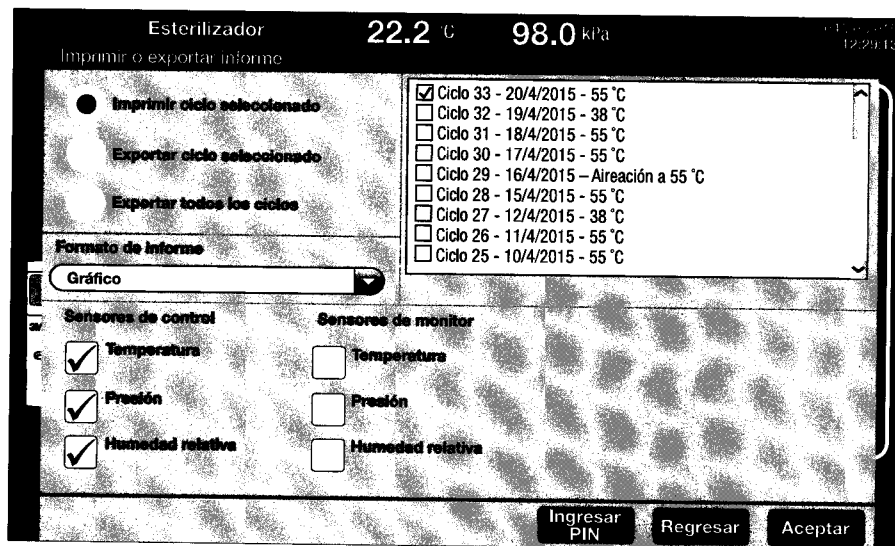

Figura 11.
La figura 11 destaca las opciones de los informes de ciclo del esterilizador/aireador Steri-Vac™ Serie GS de 3M™.
Los esterilizadores Serie GS tienen sensores de control de temperatura, porcentaje de humedad relativa y presión que brindan información al software de control incorporado. Además, cuentan con un juego doble de sensores de monitorización que suministran datos independientes y monitorización de rendimiento sobre la temperatura, el porcentaje de humedad relativa y la presión durante las etapas críticas de esterilización. Los esterilizadores, de modo predeterminado, solo informan sobre los sensores de control. Pueden seleccionarse los sensores de monitorización para realizar informes en la pantalla Cycle Report options (Opciones de informe del ciclo), como muestra la figura 11.
Hay tres (3) formatos de informe de ciclo. El formato deseado puede seleccionarse en la pantalla Cycle Report options (Opciones de informe del ciclo) (vea la figura 11). Todos los formatos de informe del ciclo se describen en la tabla 5 del capítulo 12.